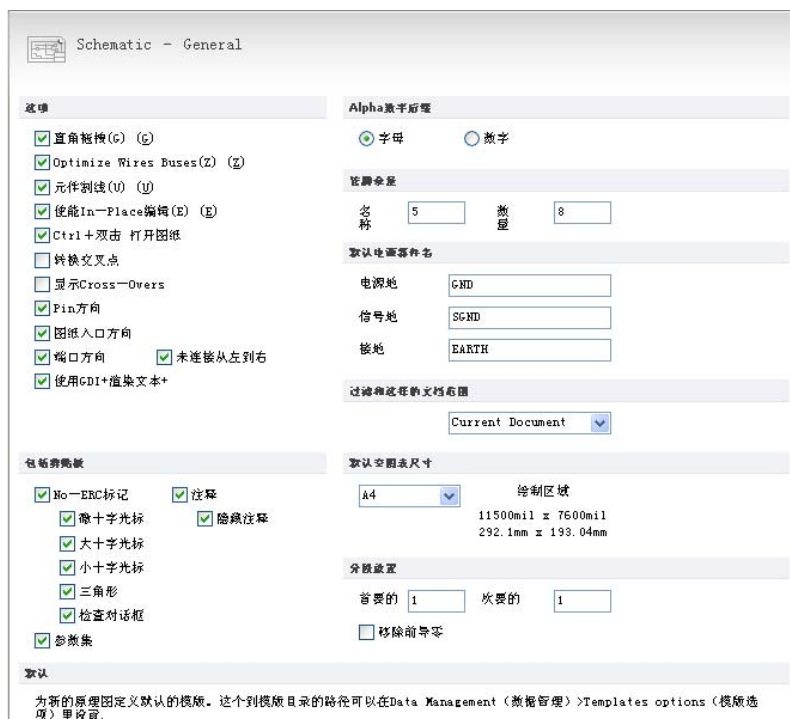

图 3-12 “General” 标签页
(3) 导线相交时的导线模式：选择“Schematic（原理图）”→“General（常规设置）”标签页，如图 3-12 所示。勾选“显示 Cross-Overs（显示交叉点）”复选框，可以改变原理图中的交叉导线显示。系统的默认设置为勾选该复选框。
Step1 单击菜单栏中的“工具”→“设置原理图参数”命令，弹出“参数选择”对话框，选择“Schematic（原理图）”→“General（常规设置）”标签。勾选“使能 In-Place 编辑（能够在当前位置编辑）”复选框（系统默认即为勾选状态），如图 3-12 所示。